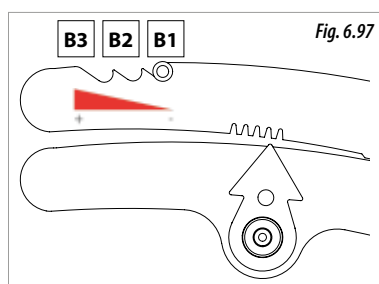
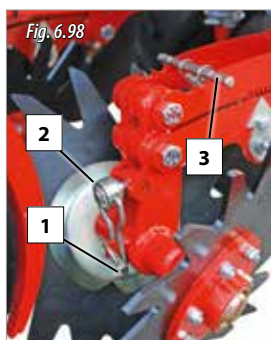

Fig. 6.97
Fig. 6.98
Pentru a regla presiunea elementului, trebuie să trageți de manetă (3, Fig. 6.98) și să o puneți într-una dintre cele 3 poziții de lucru (B1, B2 sau B3 Fig. 6.97).
- 1- Scoateți boltul (1, Fig. 6.98), pentru a elibera manivela (2, Fig. 6.98).
- 2- Cu o mână ridicați discurile stelate pentru tocat miriștea și cu cealaltă mână rotiți manivela, până la stabilirea adâncimii de lucru dorite, pentru aceasta folosiți indicatorul de adâncime (3, Fig. 6.98).
- 3- Odată stabilită adâncimea, coborâți manivela (2, Fig. 6.98) și puneți înapoi boltul (1, Fig. 6.98) pentru a fixa tamponul.